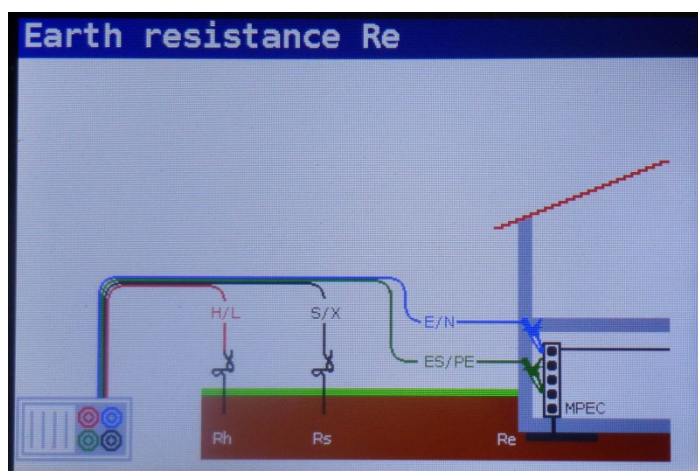

Abbildung 5-47: 4-Leiter-Anschlussplan
Schritt 3 Folgen Sie dem Anschlussplan in Abbildung 5.47, um die Messung des **Erdungswiderstands** mit 4 Drähten durchzuführen.